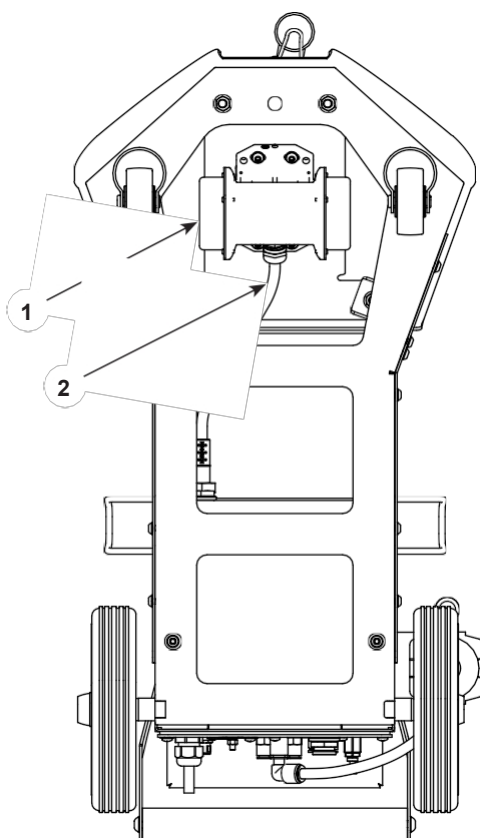

Figura 7-5 Înlocuirea motorului vibratorului
A se vedea figura 7-5. Atunci când înlocuiți motorul vibratorului (1), asigurați-vă că comandați motorul corect pentru tensiunea sistemului. Verificați eticheta de pe motorul vibratorului. Motoarele de înlocuire includ cablul de alimentare (2).